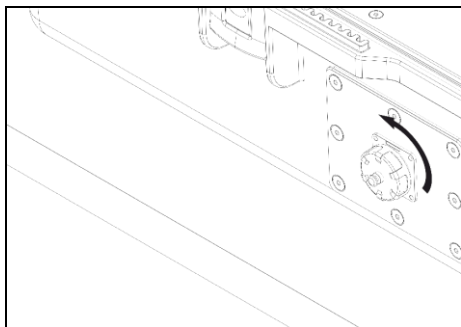

Рисунок 3
7.3 Открутите защитный колпачок розетки питания 200 В находящегося на правой боковой плоскости кейса против часовой стрелки (рисунок 3).